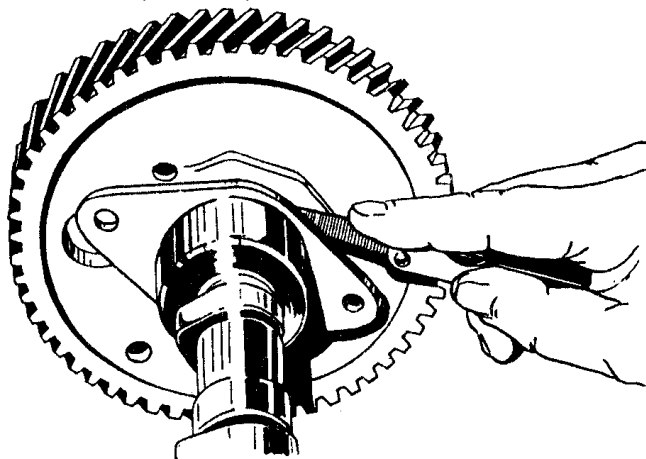

Рис.76. Проверка осевого зазора распределительного вала
- с помощью щупа, введенного между упорным фланцем и ступицей шестерни распределительного вала, измерить осевой зазор распределительного вала (рис.76). Зазор должен быть 0,08...0,26 мм.